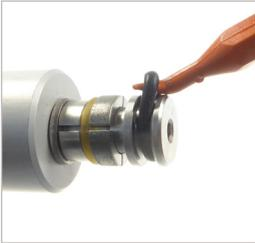

Abbildung 7
- ▶ Untergraben Sie die Frontdichtung (Pos. 7) mit dem WEH® O-Ring-Picker Art. Nr. E98-101969 und rollen Sie ihn aus dem Einstich über den großen Durchmesser der Achse (Pos. 8) heraus ab (*Abbildung 7*).